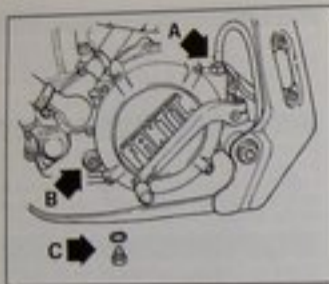

Fig. 6 - Sostituzione olio cambio
- togliere il tappo di carico dell'olio posto sulla parte superiore sinistra del motore (A fig. 6);
- svitare la vite di scarico olio posta sotto il motore (C fig. 6);
- versare dal tappo di carico (A fig. 6) 500 cc. di olio cambio **CASTROL EP 80W/80**. Per sapere l'esatta quantità di olio da versare se non disponete di un contenitore graduato, controllare l'oblo (B fig. 6), fino a quando l'olio non abbia raggiunto il livello massimo;